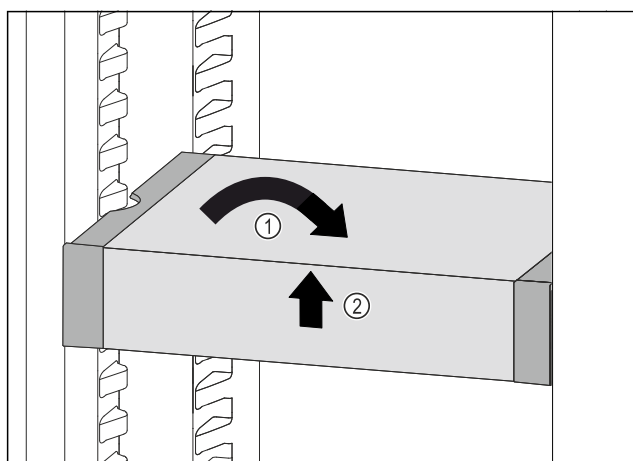

Fig. 81
- ▶ Remettre le VarioSafe droit. Fig. 81 (1)
- ▶ Soulever la partie avant du VarioSafe. Fig. 81 (2)